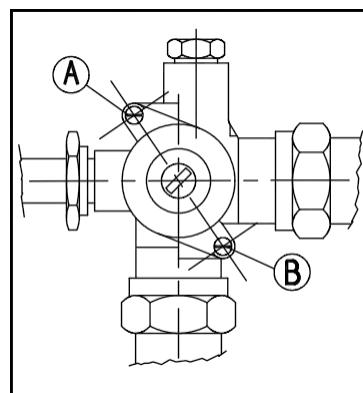

Fig. 4
4.1.- ENGRASE DE VÁLVULAS (Fig. 4)